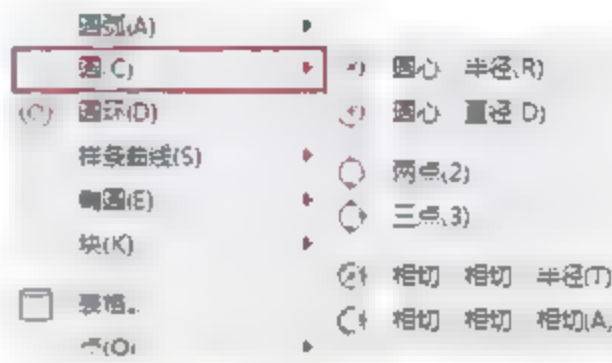

图3-45 选择命令
- 菜单栏：选择菜单【绘图】|【圆】命令，然后在子菜单中选择一种绘制方法，如图3-45所示。